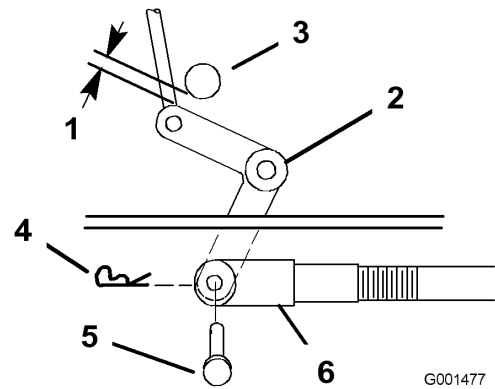
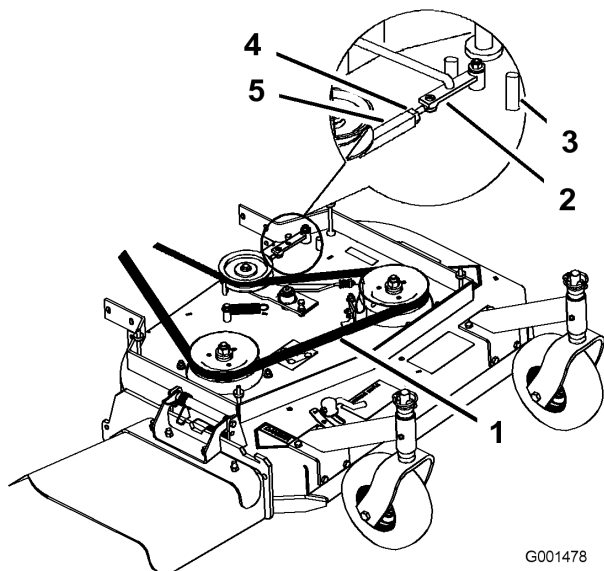

Figura 33
Figura 34
11. Gire la horquilla en el sentido de las agujas del reloj para aumentar la distancia; gírela en el sentido contrario para reducirla (Figura 33).
Nota: Si el brazo no entra en contacto con el tope delantero de la plataforma del cortacésped (Figura 34), ajuste la horquilla para acercar la palanca acodada al eje de salida de la transmisión (Figura 33).
9. Compruebe la distancia entre la palanca acodada y el eje de salida de la transmisión (Figura 33).
3. Afloje la contratuerca del tensor (Figura 34).
4. Gire el tensor hacia la parte trasera del cortacésped para aumentar la tensión de la correa. Gire el tensor hacia la parte delantera del cortacésped para reducir la tensión de la correa (Figura 34).